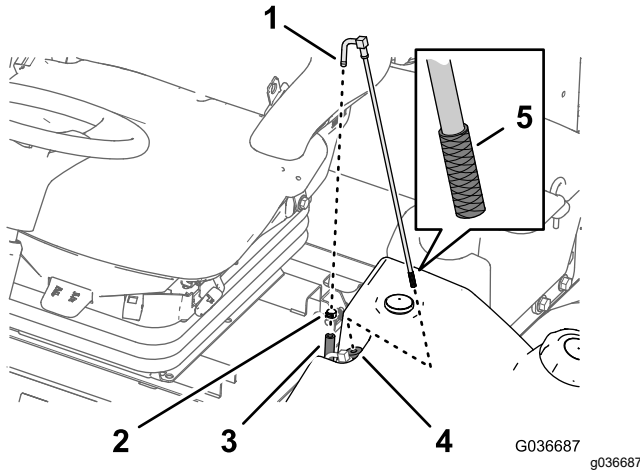

Figura 55
1. Retire la abrazadera que fija la manguera de suministro de combustible al acoplamiento del tubo de aspiración de combustible (Figura 55).
2. Retire la manguera del acoplamiento (Figura 55).
3. Retire el tubo de aspiración de combustible del depósito de combustible (Figura 55).
4. Limpie cualquier residuo de la rejilla del extremo del tubo de aspiración de combustible (Figura 55).
5. Introduzca el tubo de aspiración de combustible a través del casquillo de goma e introdúzcalo en el depósito (Figura 55).